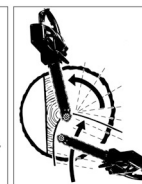

Fig. 10D
2. Cuando el diámetro del tronco a cortar sea mayor que la longitud de la barra, haga dos cortes como en la figura (Fig. 10D).